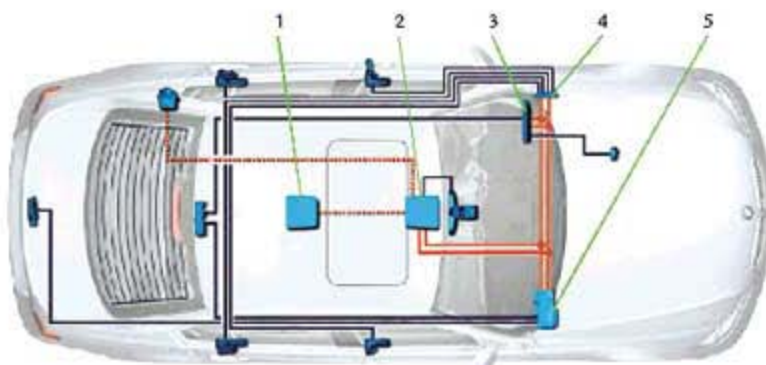

图2 防盗系统组成
- 1). 首先需要简要介绍该车的防盗系统组成和工作原理。防盗系统由超声波车内传感器、集成有倾斜报警传感器和备用电池的报警器以及防盗报警系统控制单元等部件组成(图 2)。超声波车内传感器监控车内空间有无非法侵入, 脚部空间模块 FRM 通过 4 个车门传感器监控车门状态, 便捷进入及启动系统, 控制单元 CAS 通过发动机舱盖开关监控发动机舱盖的状态, 网关 JB 通过行李舱盖开关监控行李舱盖状态, 倾斜报警传感器和应急电源报警器被做成一个部件, 倾斜报警传感器监控车辆的水平及垂直位置, 并在车辆位置改变时发出警报信号。防盗控制单元集成在超声波车内传感器的控制单元内, 与 K-CAN 系统的数据总线连接, 通过 K-CAN 总线接收 FRM、CAS 以及 JB 等控制单元的信号。此外, 防盗系统控制单元还连接了一个自己的防盗报警系统数据总线, 防盗系统控制单元和应急电源报警器/倾斜报警传感器(SINE)之间的信号通过该数据总线传输, 当报警器从防盗系统控制单元获得相应的命令后就会触发报警。